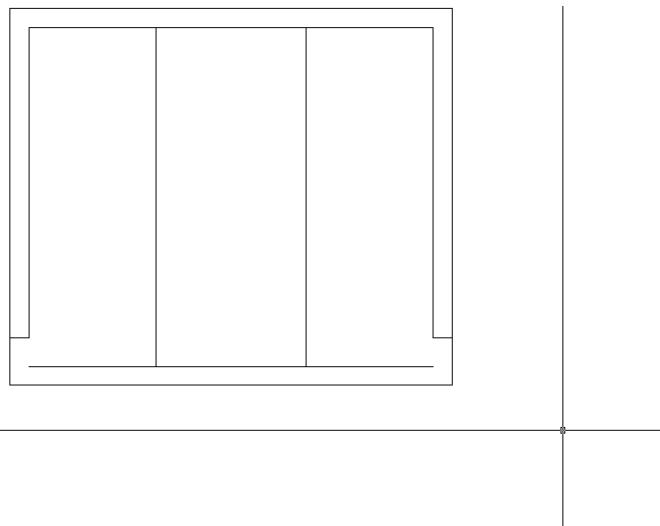

Рис. 2.17 ▼ Боковые стенки тумбы после сопряжения
9. Повторите пп. 5-8, но в этот раз не вводите смещение (просто нажмите **Enter** для принятия предложенного по умолчанию значения 50 единиц), а сопряжение новой линии выполните с внутренней линией правой боковой стенки тумбы. Результат обоих сопряжений должен быть таким, как показано на рис. 2.17.